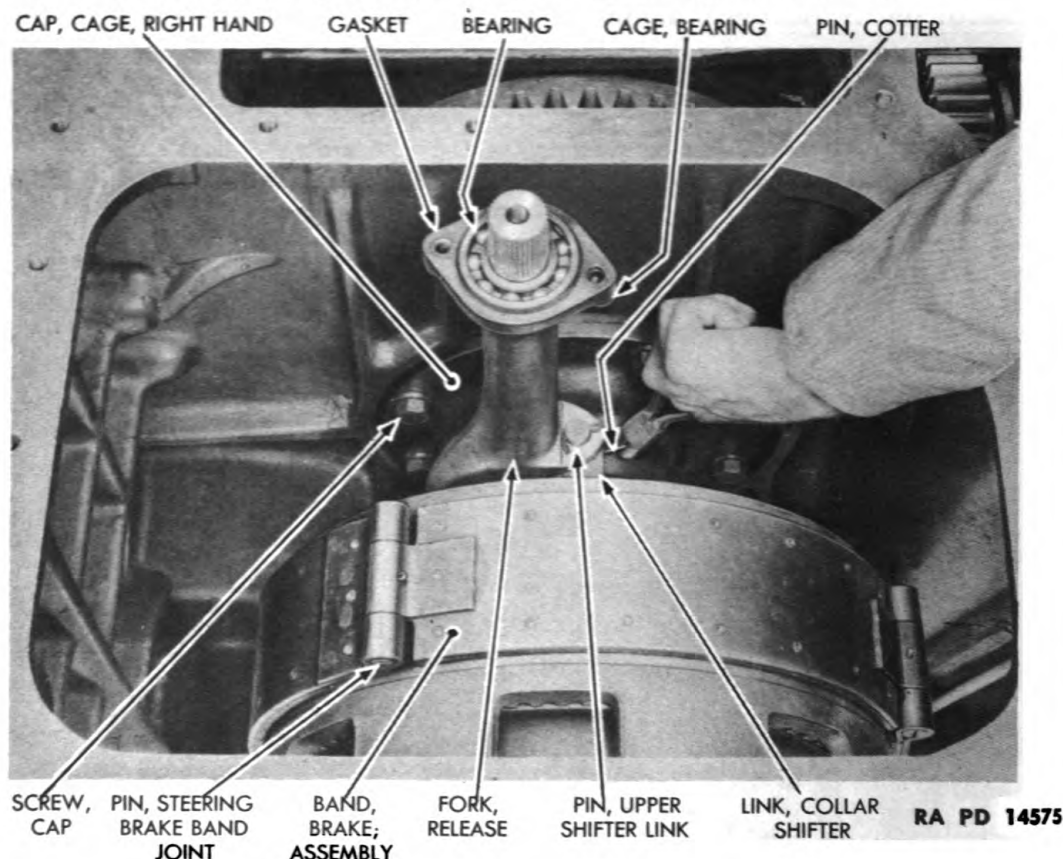

Figure 94 — Release Fork Removal
(11) REMOVE RELEASE FORK (fig. 94).
(12) REMOVE TOP STEERING BRAKE BAND JOINT PIN FROM BRAKE BAND ASSEMBLY (fig. 94).
(13) DISCONNECT RIGHT DRIVE BEVEL GEAR BEARING CAGE CAP FROM DRIVE BEVEL GEAR BEARING CAGE AND MAIN FRAME (fig. 94).